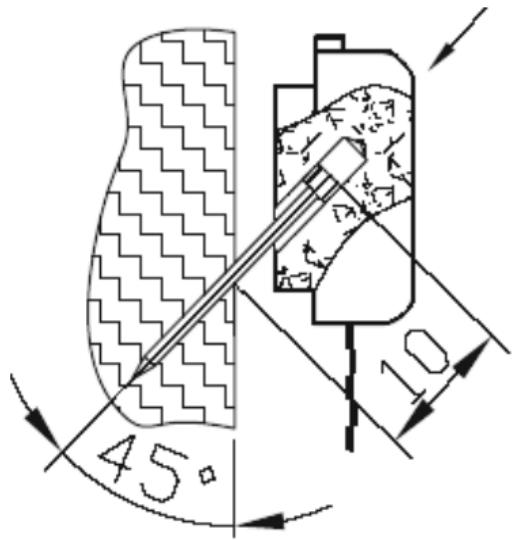

Рис.2. Установка ДТ
- 6.4. ДТ устанавливается в парильном помещении в зоне принятия процедур на уровне головы сидящего на верхней полке человека (см.рис.2). Не допускается установка датчика в непосредственной близости от ЭН и входной двери или над ними.